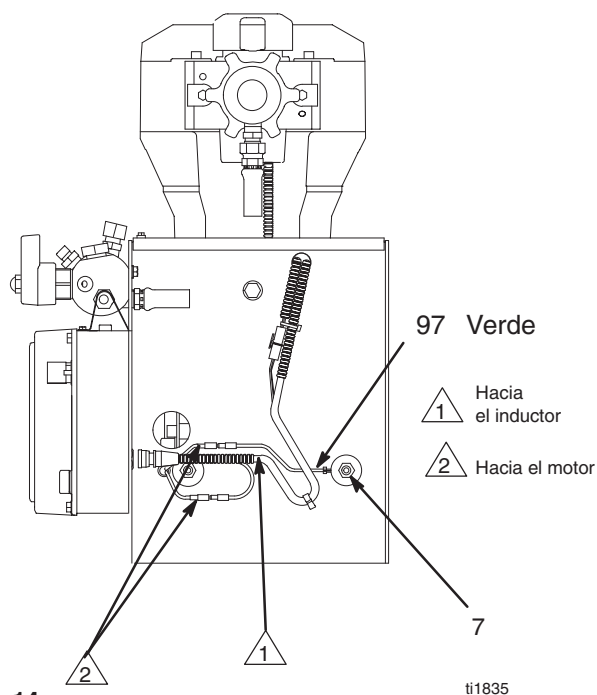

Fig. 14
2. Fig. 14. Desconecte todos los cables necesarios.
3. Fig. 14. Conecte todos los cables necesarios.